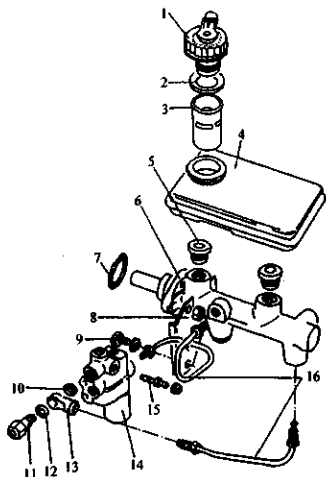

图 3-263 制动主缸的拆卸
2) 拆卸制动主缸上的四根连接硬管，如图 3-263。注意：用容器收集制动液。